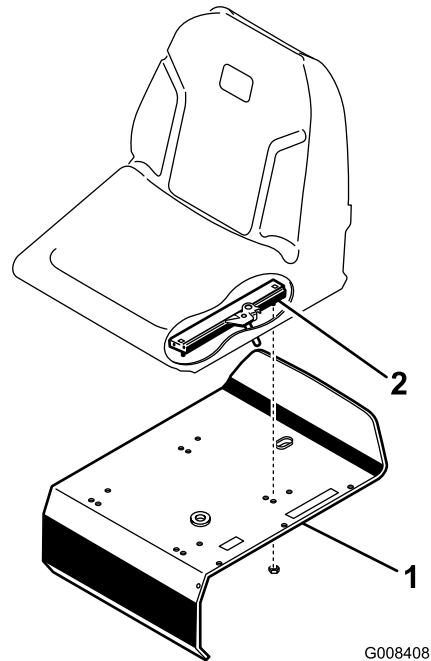

Figura 3
3. Sujete los raíles del asiento al soporte del asiento con las contratuercas (5/16 pulgadas) (Figura 3) suministradas con las piezas sueltas.